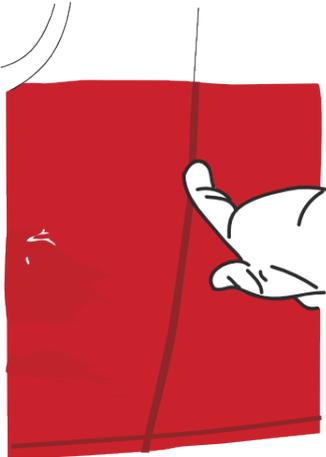

Abbildung 31
- › Kennzeichnen Sie die Umrisse des Teilbereichs manuell (tragen Sie dabei einen Handschuh). (Abb. 31)